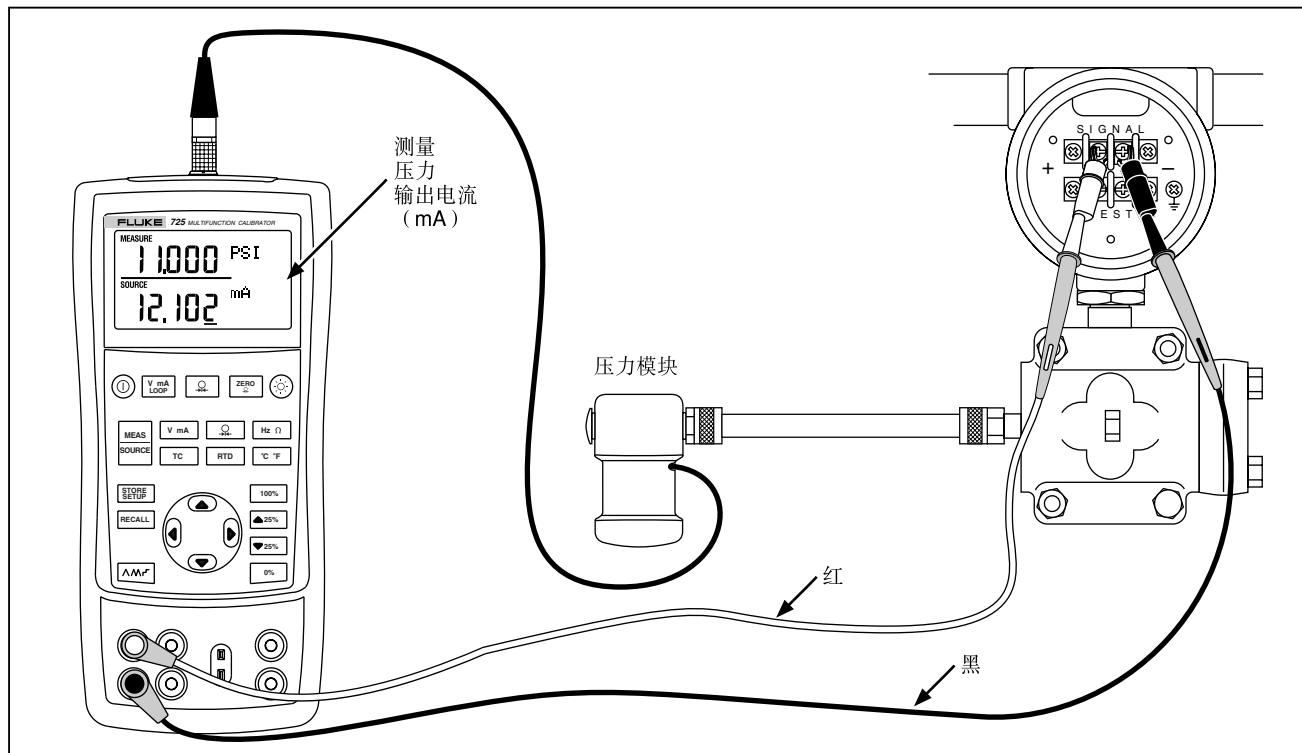

图 21. 校准电流-压力 (I/P) 变送器
1. 如图 21 把校准仪和被测试仪表连接起来。该连接设置是用来模拟一个电流-压力变送器，同时测量输出的压力。